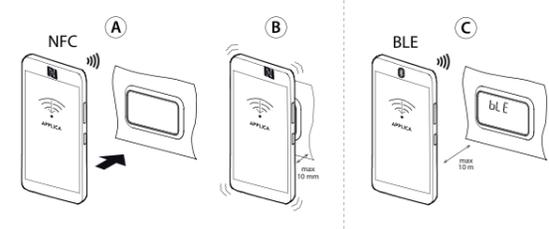

Fig. 2
- поднесите устройство к пользовательскому терминалу, чтобы выполнить распознавание конфигурации (рис. 2- ref. A и ref. C);